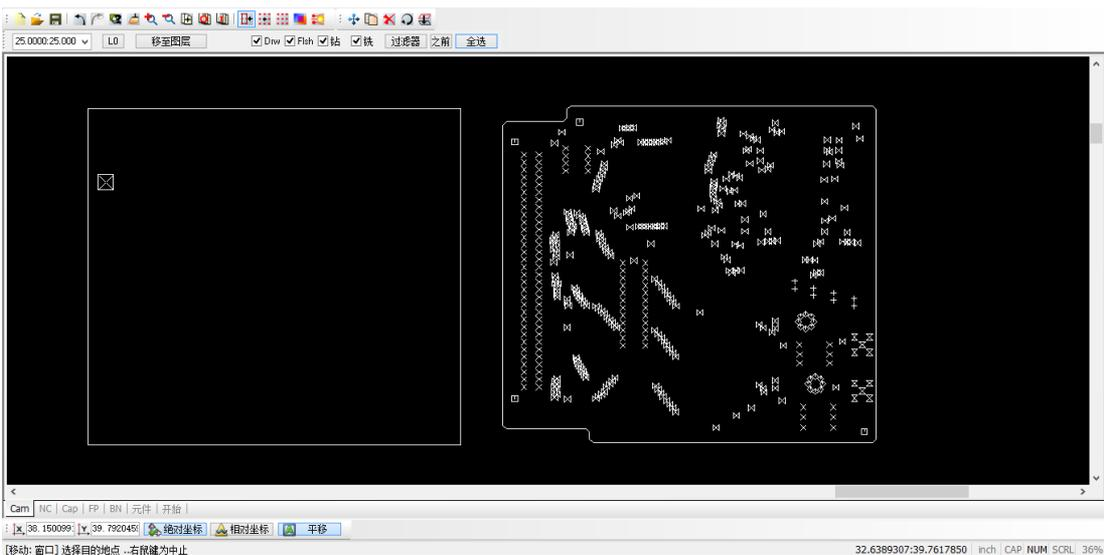

图 17-35 移动钻孔层图形
(9) 如图 17-35 所示，使钻孔层图形的映像附着在光标上。